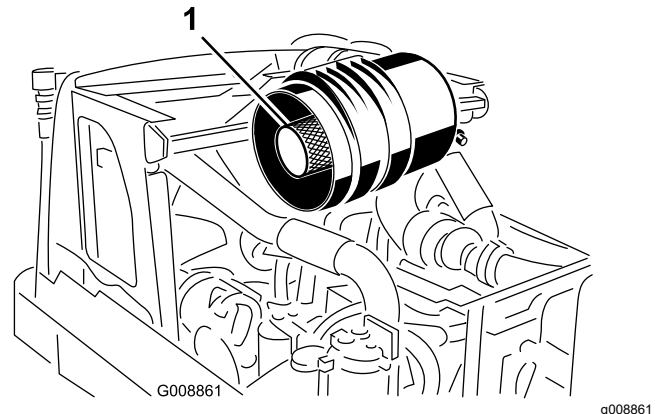

Figure 47
**Important:** N'essayez pas de nettoyer l'élément de sécurité. Remplacez l'élément de sécurité une fois sur trois, quand vous effectuez l'entretien du préfiltre (Figure 47).